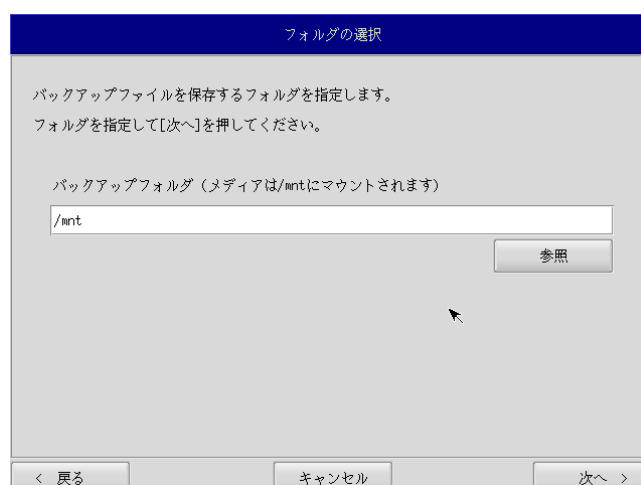

図 5-2-3. フォルダ選択画面
- ⑤ フォルダ選択画面（図 5-2-3）が表示されます。[参照]ボタンを押します。